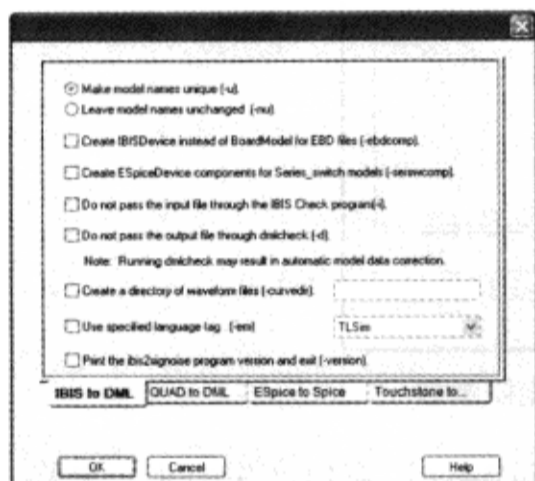
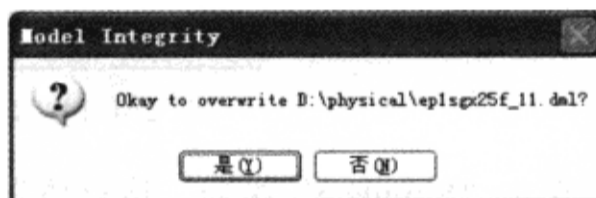

图 2-4-16 “Translation Options”窗口
图 2-4-17 警告窗口
(1) 在“Physical View”栏单击 IBIS 文件 ep1sgx25f\_11 → 执行菜单命令“Tools” → “Translation Options Editor”，弹出“Translation Options”窗口，如图 2-4-16 所示。
(2) 默认选中“Make model names unique”，这个设置为每个 IOCell 模型名附加 IBIS 文件名。单击“OK”按钮，关闭“Translation Options”窗口。
(3) 在“Physical View”栏选择 IBIS 文件 ep1sgx25f\_11 → 单击鼠标右键 → 选择“IBIS to DML”，系统会提示是否重写，这是因为软件先前已经自动生成了一个 DML 文件，单击“Yes”按钮，重写文档，如图 2-4-17 所示。